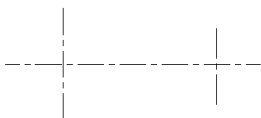

图 3-27 偏移中心线
❷ 单击“默认”选项卡“修改”面板中的“偏移”按钮，绘制另一条中心线，偏移距离为 48，效果如图 3-27 所示。